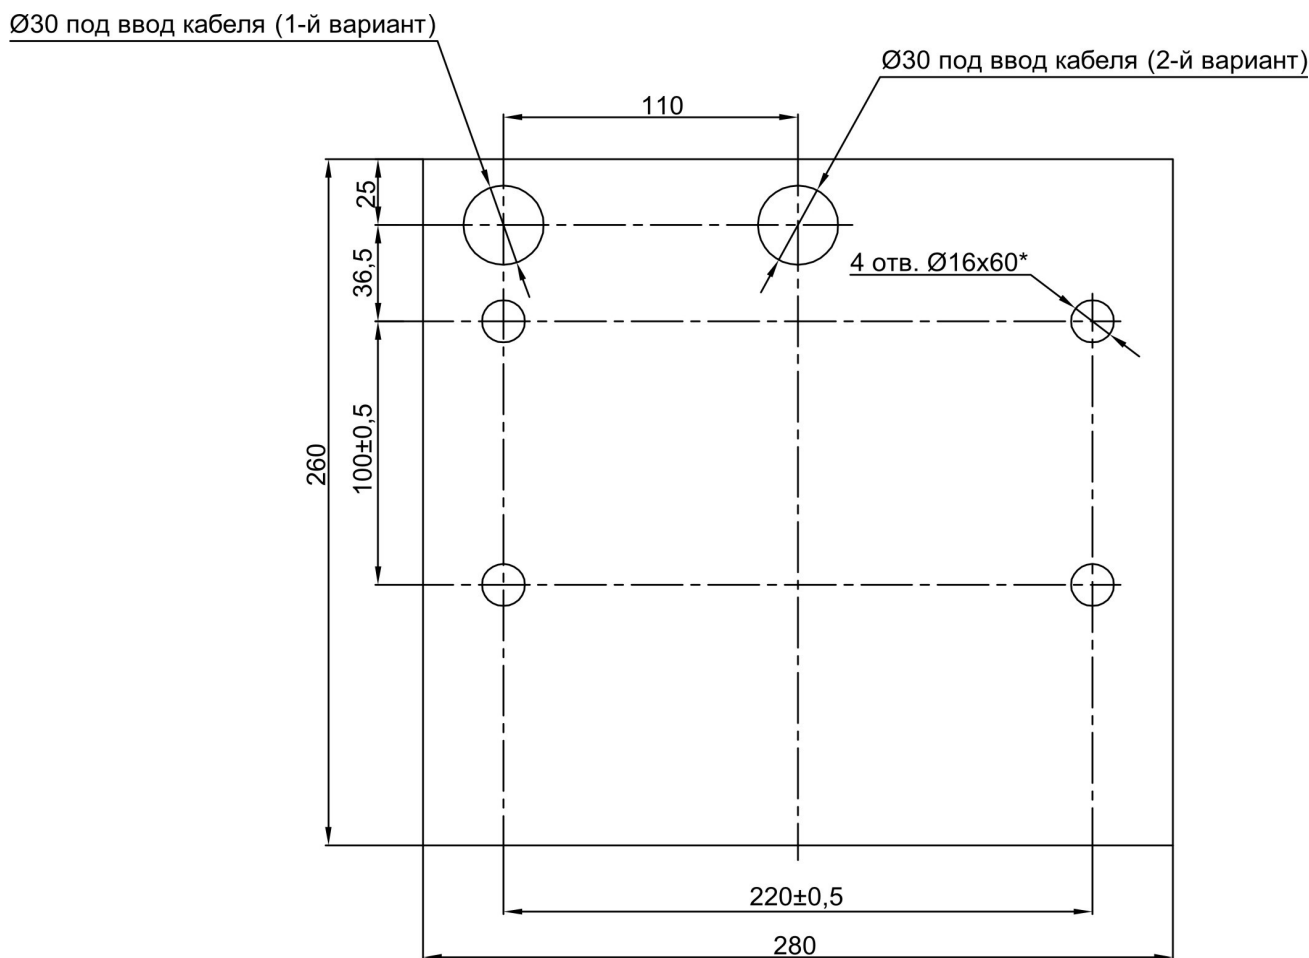

Рис. 5 Разметка отверстий в полу под крепление стойки турникета PERCo-T-04W-24 и ввод кабеля
8.3.2. Подготовьте в полу отверстия под гайки анкерных болтов (16) (см. рис. 1). Разметка отверстий в полу для крепления стойки турникета (1) и на стене для крепления блока управления (3) должна соответствовать рис. 5 и 6.
8.3.3. Вставьте гайки анкерных болтов в эти отверстия так, чтобы они не выступали над поверхностью пола. Установите стойку и закрепите её болтами (16). Установите заглушки (5).
При необходимости прокладки кабеля (7) стойки турникета под поверхностью пола, подготовьте в полу отверстие, соответствующее месту ввода кабеля стойки турникета (7) и кабеля питания системы терморегуляции (19) (вариант 1 или 2 на рис. 5).